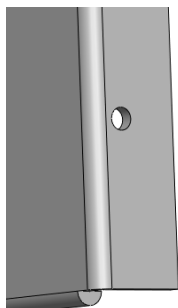

图 13-95 创建拉伸切除特征
(5) 退出草图，弹出【切除-拉伸】属性管理器，选中【与厚度相等】复选框，单击【确定】按钮，创建拉伸切除特征，如图 13-95 所示。